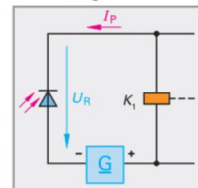

Fig. 2: Principio di funzionamento di un fotodiodo
Tiristore in conduzione. Un tiristore a "gate" P è messo in conduzione, ossia i suoi quattro strati sono resi conduttivi, attraverso un breve impulso di tensione positiva sul "gate" (**fig. 2**). Dopo la messa in circuito, il tiristore rimane conduttore fintanto che sussiste una piccola differenza di tensione tra l'anodo (A) e il catodo (K). Questo succede quando circola una corrente minima di funzionamento (corrente di mantenimento). Rispetto al transistorore, nel tiristore la corrente di lavoro non è regolabile.
Il loro coefficiente termico è negativo. Un aumento della temperatura genera una diminuzione della resistenza (**fig. 2**). La curva che rappresenta la relazione resistenza-temperatura non è lineare.
Il loro coefficiente termico è positivo. Un aumento della temperatura genera un aumento della resistenza (fig. 2). La relazione resistenza-temperatura non è lineare.
- con l'aiuto di una fonte di tensione, lavorano come resistenze variabili in funzione dell'intensità luminosa (fig. 2);
Quando il fotodiodo è colpito dalla luce, all'aumentare dell'intensità luminosa la sua resistenza diminuisce. Diventa possibile così il passaggio della corrente attraverso il fotodiodo e il relè K_1 si inserisce. Si attiva la modalità di commutazione desiderata. I fotodiodi sono inseriti nel circuito in senso inverso (fig. 2).
Accoppiatore optoelettronico. È composto da un fotoemittitore e un fotorecettore, assemblati in un comune involucro impermeabile alla luce, in modo da garantire che il recettore riceva radiazioni unicamente dall'emittitore (fig. 2). Si utilizzano come fotoemittitori, di preferenza, diodi a emissione luminosa infrarossa.
Circuiti ibridi. Sono una combinazione di circuiti integrati e componenti unici (fig. 2). Sono connessi insieme su un supporto tramite colla o per brasatura o altri procedimenti. Ciò facilita la costruzione mirata di circuiti elettrici con proprietà speciali, per esempio, un dispositivo di comando dell'accensione.